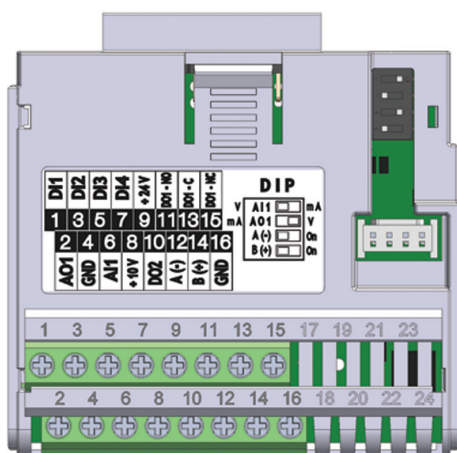

Figura 19.1: Módulo Plug-in CFW500-IOS
O módulo plug-in CFW500-IOS possui somente a interface Serial (1) através da porta RS-485 nos bornes 12 (A-) e 14 (B+), veja Figura 19.1 na página 19-1.